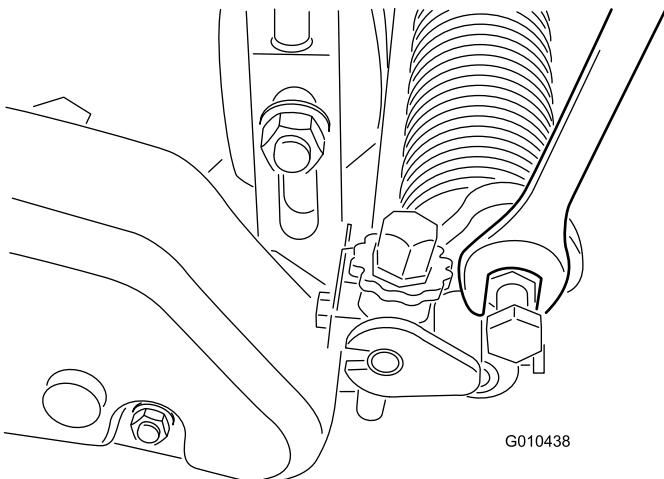

Рисунок 24
- Поверните рычаги вверх или вниз в положение А или В (Рисунок 24).